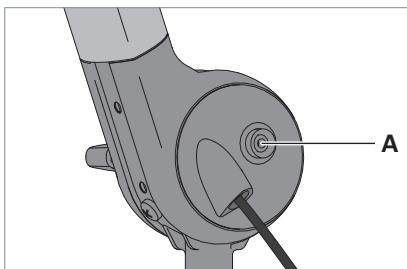

Fig. 5: Bouton-poussoir pour le câble de mise à la terre.
- ▶ Enfitez une des extrémités du câble de mise à la terre livré avec l'appareil sur le bouton-poussoir **A** du luminaire, voir Fig. 5.